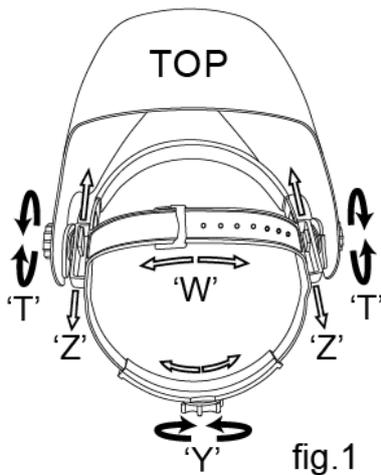

fig.1
Celkový obvod hlavového kříže může být zmenšen nebo zvětšen otáčením kolečka na zadní straně oblouku. (Viz.nastavení "Y" na fig.1). To může být provedeno i při používání kukly a umožňuje nastavit napětí tak, aby kukla seděla pevně na hlavě, aniž by byla příliš těsná.
- Je-li horní oblouk příliš vysoko nebo příliš nízko nad temenem hlavy, upravte nastavení popruhu, který prochází přes horní části hlavy. (Viz.nastavení "W" na fig.1).
Krok 1: Povolte matice (viz."T" na fig.1.) Nastavte vzdálenost mezi kuklou a vaším obličejem ve spodní poloze.
Krok 2: Povolte matice na obou stranách kukly a posuňte jej blíže nebo dále od obličeje. (Viz.nastavení "Z" na fig.1). Je důležité, aby vaše oči byly vždy ve stejné vzdálenosti od filtru. Jinak ztmavení může vypadat jako nestejněměrné. Krok 3: po nastavení znovu utáhněte nastavovací matice.